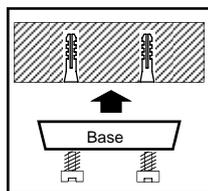

Fig. 3
- 2) Con la minuteria in dotazione, fissare la base (vedi Fig. 3).